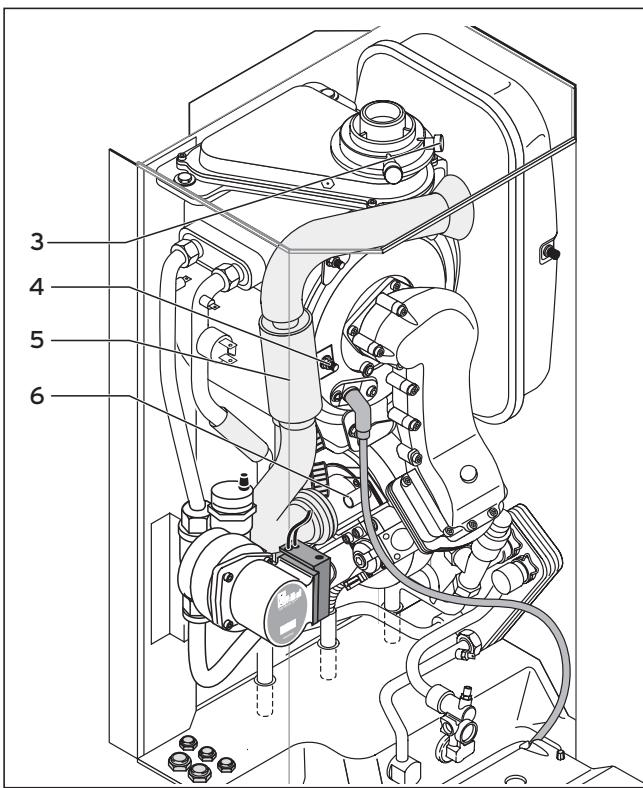

Рис. 5.4 Проведение измерения содержания CO₂, подготовка регулировки коэффициента избытка воздуха
- Измерьте содержание CO₂ на контрольном штуцере (3) (рис. 5.4). Сравните измеренное значение с соответствующим значением в табл. 5.2.
- Если требуется настройка параметров продуктов сгорания, отпустите винт (4) и поверните трубу всасывания воздуха (5) на 90° вперед (рис. 5.4). Не снимать трубу всасывания воздуха!